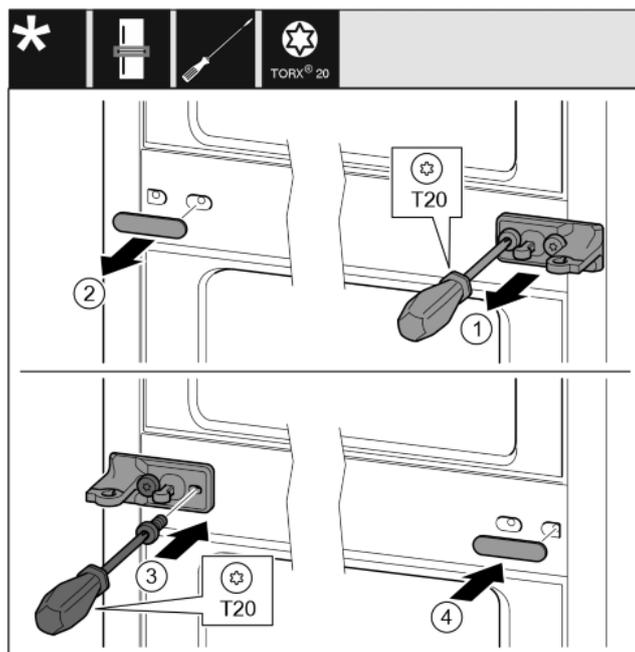

Fig. 26
- ▶ Enlever la rondelle. Fig. 26 (1)
- ▶ Desserrer les vis avec le tournevis T20. Fig. 26 (2)
- ▶ Enlever délicatement le cache. Fig. 26 (3)
- ▶ Visser fermement le support de palier avec film tourné de 180° de l'autre côté. Fig. 26 (4)
- ▶ Poser le cache tourné de 180° de l'autre côté. Fig. 26 (5)
- ▶ Enfiler la rondelle par devant. Fig. 26 (6)